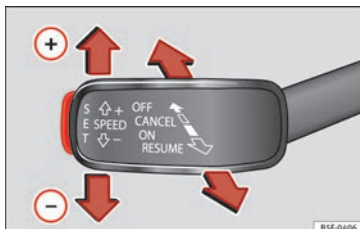

Fig. 50 A la izquierda de la columna de la dirección: tercera palanca para el manejo del GRA.
- Conectar el GRA: sitúe la tercera palanca en **ON** » **fig. 50**. El sistema se enciende, pero no regula por no tener programada ninguna velocidad.
- Activar el GRA: pulse el botón **SET** » **fig. 50**. Memoriza y regula velocidad actual.
- Desconectar el GRA temporalmente: mueva la palanca hasta **CANCEL** » **fig. 50** y suéltela o pise el freno. La regulación se desconecta temporalmente.
- Conectar el GRA de nuevo: mueva la palanca hasta **RESUME** » **fig. 50** y suéltela. La velocidad memorizada se guarda y regula de nuevo.
- Desconectar el GRA: mueva la tercera palanca hasta la posición **OFF** » **fig. 50**. Se desconecta el sistema y la velocidad memorizada se borra.